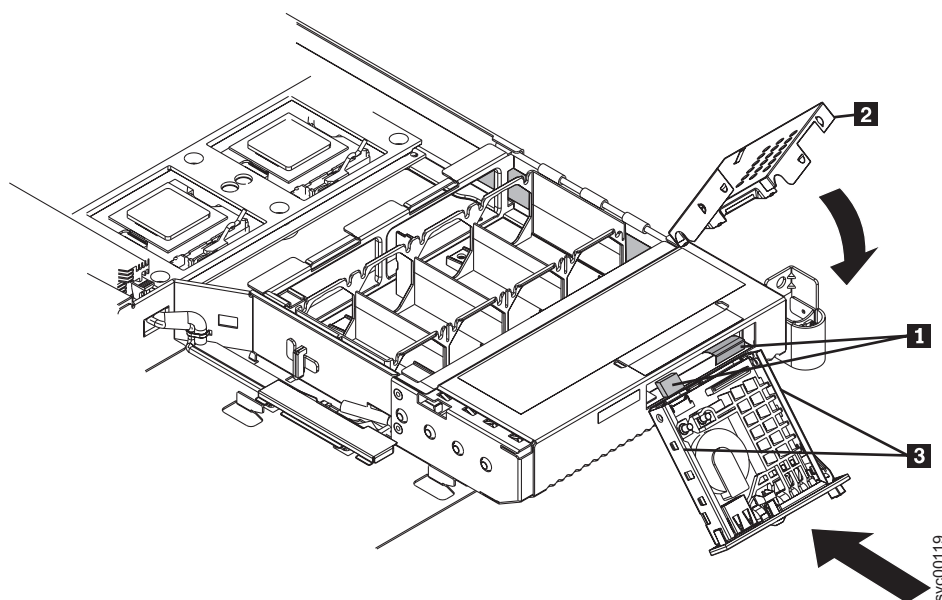

図 120. オペレーター・パネル表示装置の交換
1. アセンブリーの後部に 2 本のケーブル **1** を接続します。図 120 を参照してください。